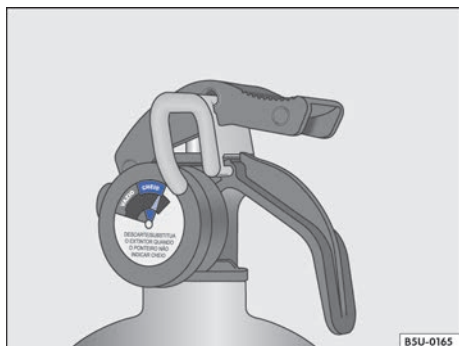

Fig. 150 En el extintor de incendio: indicador de carga (manómetro).
- Carga - el puntero debe estar en la franja verde del manómetro (cargada) → fig. 150.